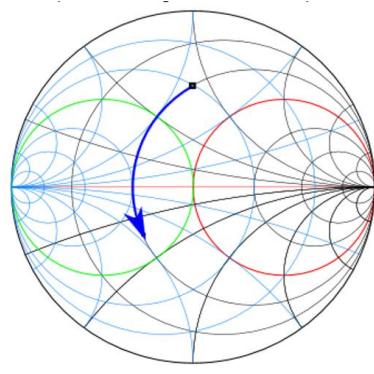

Fig.2 : Modification de l'impédance avec une capacité en série
- 2) En ajoutant une **capacité en série**, on déplace l'impédance autour des cercles de **résistance constante** dans le **sens contraire des aiguilles d'une montre** (Fig.2). La valeur de la capacité nécessaire pour déplacer la réactance (partie imaginaire de l'impédance) sur l'abaque de Smith par un facteur X_C est donné par la formule suivante : $C = -\frac{1}{2\pi f X_C}$